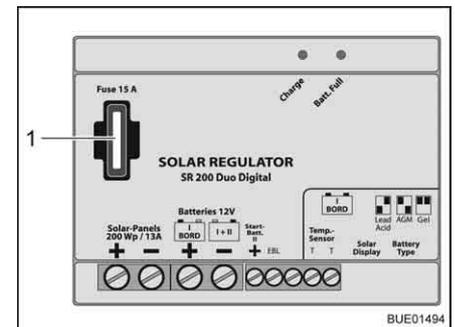

Fig. 152 Fusible del regulador de carga solar 200 W
- Cambiar el fusible plano 15 A/azul (Fig. 152,1).